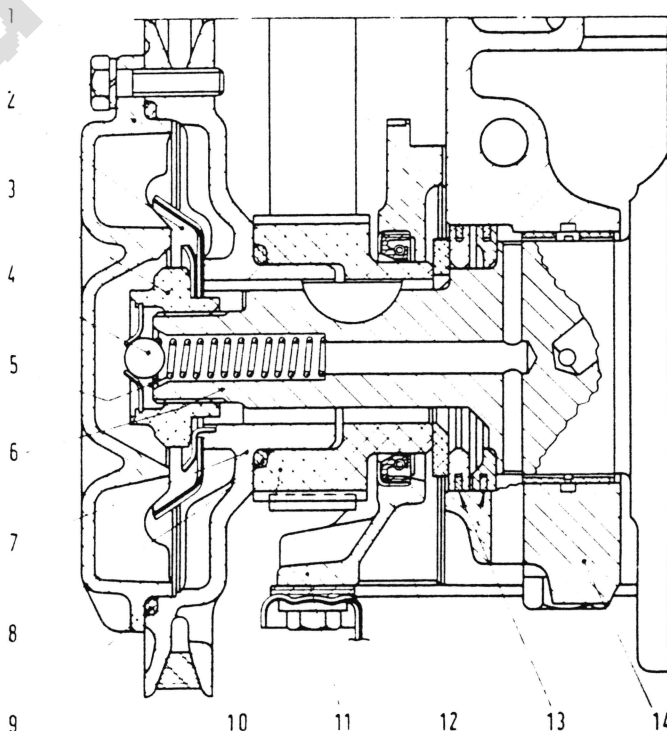

Abb. 35. - Teilansicht des Motorenlängsschnitts am Ölzentrifugalfilter.
Der Zentrifugalfilter besteht in der Hauptsache aus einem Deckel (1, Abb. 35), einer Scheibe (7), einer Umlenkscheibe (2) und einem Reglerventil, bestehend aus einer Kugel (4) und einer Feder (5).
Das von den Seiten des vorderen Stücks der Kurbelwelle kommende Öl (im vorderen Teil der Kurbelwelle sind Langsschlitze eingefräst) wird durch den Deflektor in die periferische Zone des Filters gebracht. Dann fliesst es gereinigt zurück zum Zentrum, wo es durch Überwindung der Federkraft (5, Abb. 35) des Reglerventils durch die Hohlmutter (3) zur Befestigung der Nabe und des Deflektors an die Welle, ins Innere der Kurbelwelle und dann in die Ölwanne durch die Bohrungen im Deckel des Vorderlagers fliesst.